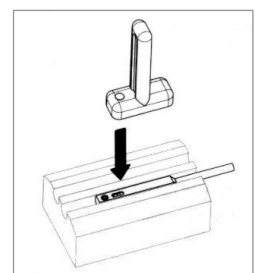

Abb. 3
2. Platzieren Sie das Programmierwerkzeug mit der Markierung zur Befestigungsschraube auf dem Sensor (Abb. 3).